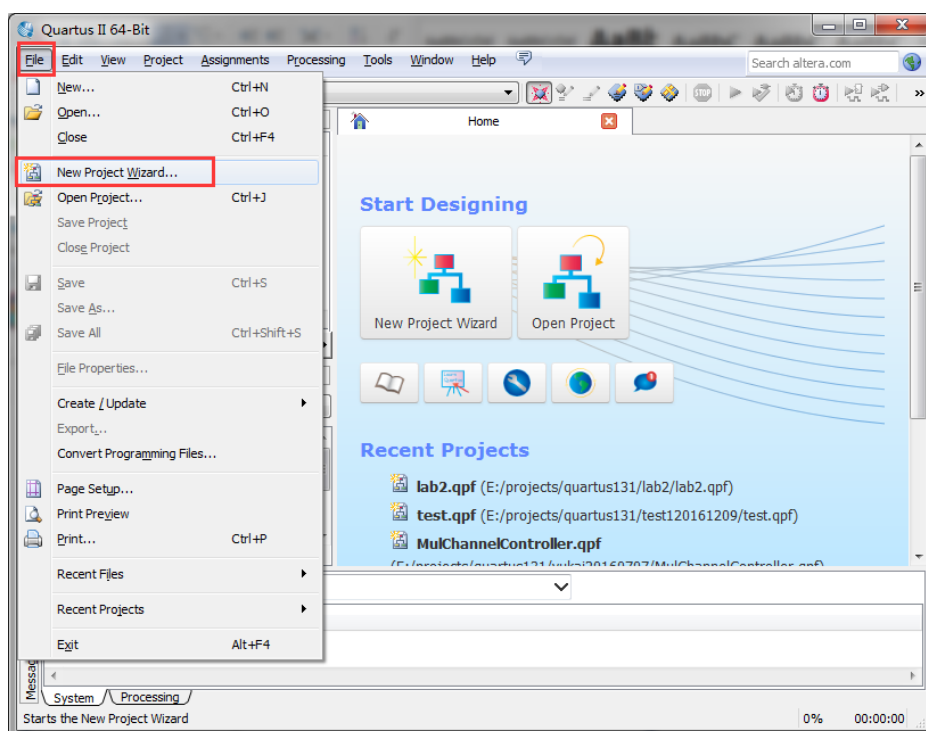

图 3-1：创建新工程（1）
1. 选择 **File->New Project Wizard** 命令，创建新工程，如图 3-1 所示。